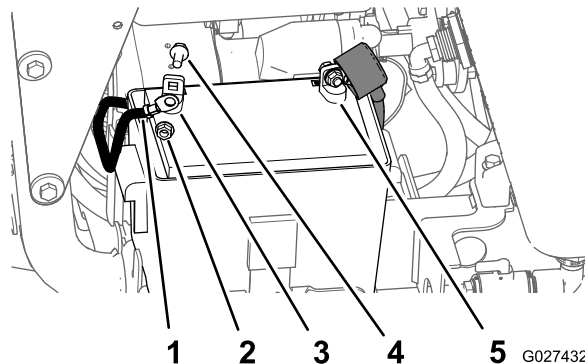

図 89
3. バッテリーのマイナスケーブルをバッテリーのマイナス端子に固定しているフランジボルトとフランジナットを外してマイナスケーブルを外す(図 89)。
3. バッテリーのプラス赤ケーブルをバッテリーのプラス+端子に取り付け、フランジボルトとフランジナットで固定する(図 89)。
5. マイナスケーブルをバッテリーのマイナス-端子に取り付け、フランジボルトとフランジナットで固定する(図 89)。